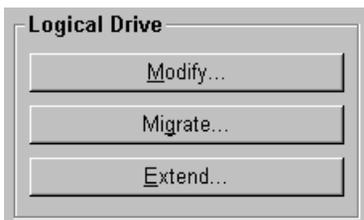
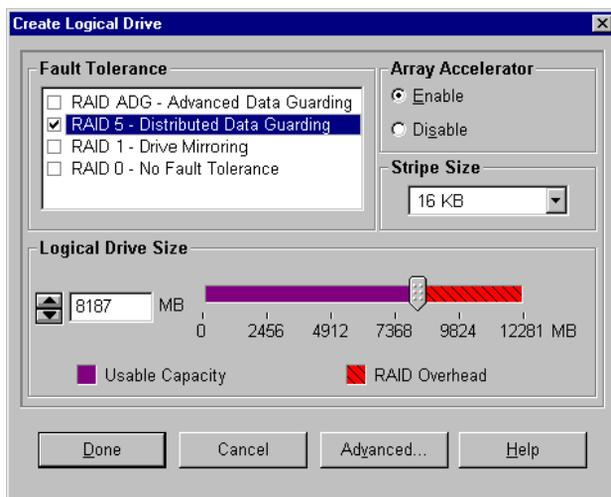

Figura 7-8: Casella Logical Drive (Unità logica)
Figura 7-11: Schermata Create Logical Drive (Creazione delle unità logiche)
Per visualizzare questa schermata, fare clic su **Modify** (Modifica) nella casella **Logical Drive** (Unità logica, Figura 7-8) della schermata **ACU Main Configuration** (Schermata di configurazione principale ACU). Questa schermata, simile a **Create Logical Drive** (Creazione delle unità logiche, Figura 7-11), consente di modificare i parametri di un'unità logica esistente direttamente in linea, senza alcuna perdita di dati.
Per visualizzare questa schermata, fare clic su **Migrate** (Migra) nella casella **Logical Drive** (Unità logica, Figura 7-8) della schermata **ACU Main Configuration** (Schermata di configurazione principale ACU). Questa schermata consente di modificare la larghezza degli stripe (dimensioni blocco) o il livello RAID di un'unità logica esistente direttamente in linea, senza alcuna perdita di dati.
Per visualizzare questa schermata, fare clic su **Extend** (Estendi) nella casella **Logical Drive** (Unità logica, Figura 7-8) della schermata **ACU Main Configuration** (Schermata di configurazione principale ACU). Questa schermata consente di aumentare la capacità di un'unità logica mentre il sistema è in linea, senza alcuna perdita di dati.
3. Nella schermata **Create Logical Drive** (Creazione delle unità logiche, Figura 7-11), selezionare **RAID 5**.